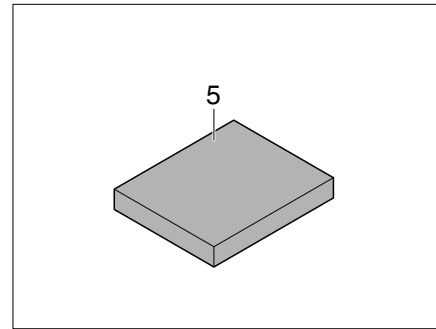

Fig. 195 Cuscino aggiuntivo
- Collocare il cuscino aggiuntivo (Fig. 195,5) centrale sul tavolo.